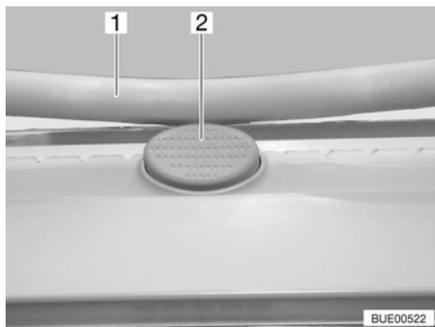

Fig. 36 Botón de seguridad en la claraboya Heki
- Pulsar el botón de seguridad (Fig. 36,2) y tirar el estribo (Fig. 36,1) hacia abajo con ambas manos.
- Presionar el estribo hacia arriba con ambas manos hasta que el estribo se encuentre encima del botón de seguridad (Fig. 36,2).